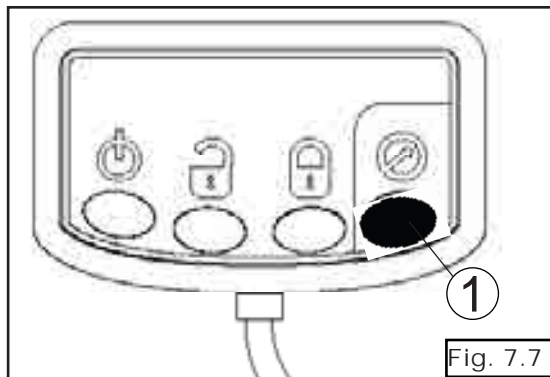

Fig. 7.7
3. Appuyez sur le bouton de contournement de la pression (1) [Figure 7.7] et maintenez-le enfoncé (pendant six secondes) jusqu'à ce que le témoin de signal de pression s'allume.